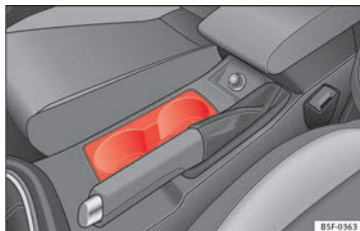

Fig. 159 Consolle centrale: portabevande anteriore.
– Porre le bevande nel supporto »» **fig. 159**.